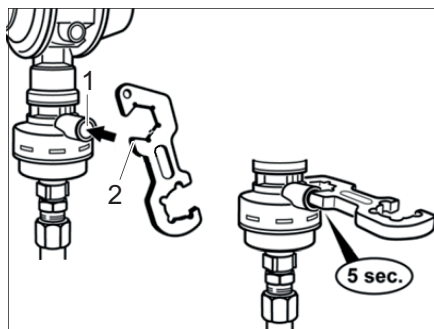

Fig. 255 Crashsensor
- Si es necesario, presionar el botón de reposición (Fig. 255,1) en el Crashsensor.
- Presionar el botón de desbloqueo (Fig. 255,1) con la ayuda del destornillador (Fig. 255,2) o un objeto similar adecuado y mantenerlo presionado durante 5 segundos.